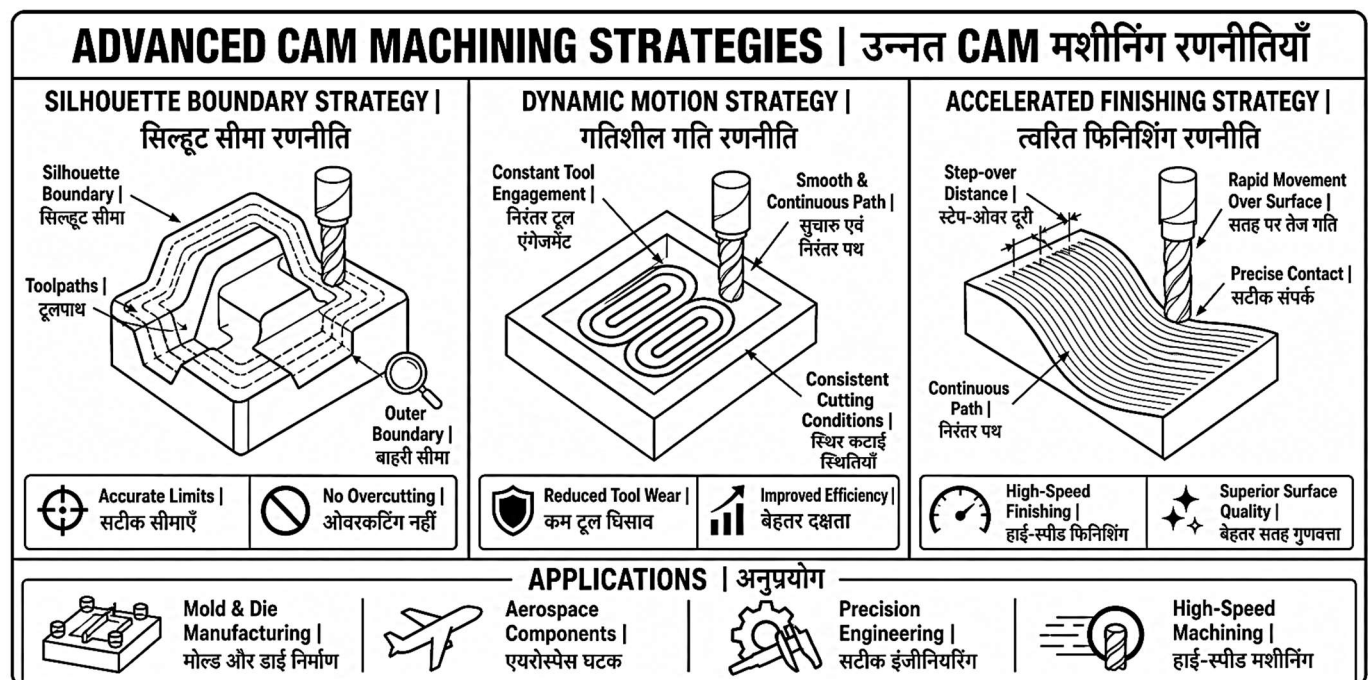

Fig. 12.5: Advanced CAM Machining Strategies | उन्नत CAM मशीनिंग रणनीतियाँ
12.5.1 Definition of Advanced CAM Machining Strategies (Fig. 12.5)
12.5.1 उन्नत CAM मशीनिंग रणनीतियों की परिभाषा (Fig. 12.5)